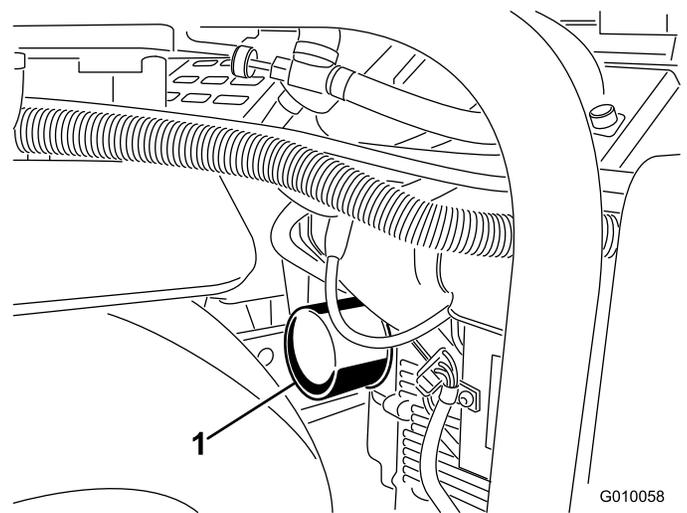
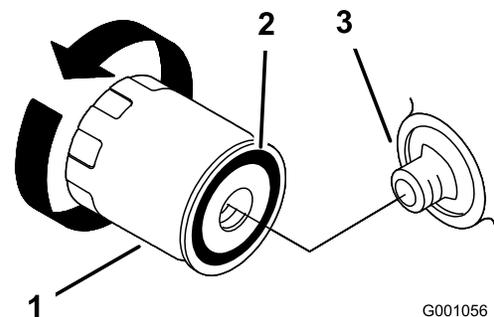

図 48
図 49
- オイルを受けられるように、フィルタの下に浅い容器を置く(図 48)。
- オイル・フィルタ(図 48 と 図 49)を外し、フィルタのアダプタ・ガスケットの表面をきれいに拭く。